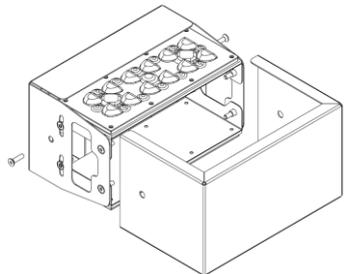

Рисунок 4.
2. Снимите защитный кожух (см. рисунок 4).